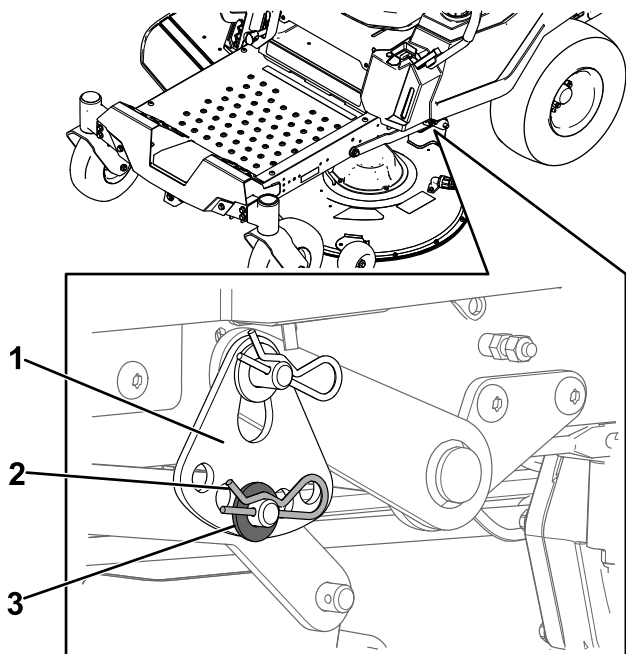

**Figura 62**
4. Coloque dos bloques de 6.6 cm (25/8") de grosor debajo de cada lado del borde delantero de la carcasa, pero no debajo de los soportes de los rodillos protectores del césped (Figura 62).
5. Coloque dos bloques de 7.3 cm (27/8") de grosor debajo del borde trasero del faldón de la carcasa de corte (Figura 62).